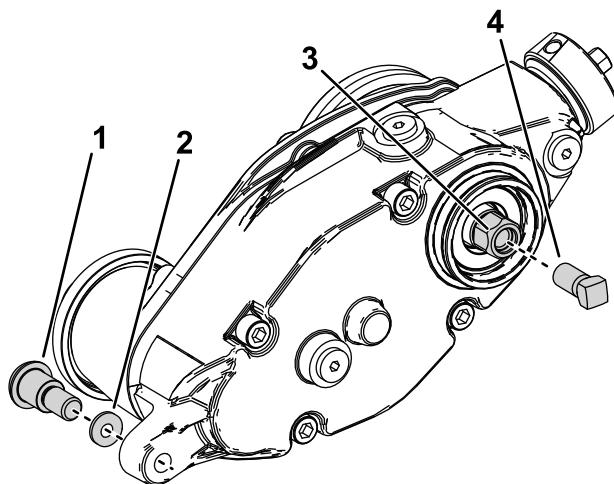

Bild 25
3. Entfernen Sie die Ansatzschraube und die gehärtete Unterlegscheibe, die den Groomerantrieb mit den Einstellarmen verbindet (Bild 25).
5. Montieren Sie die Bewehrungsschraube (Teilenummer 1-803022 – separat erhältlich) an den Innengewinden des Sechskantkopfes des Groomerantriebs und ziehen Sie diese auf ein Drehmoment von 13,5 N·m an, wie in Bild 25 dargestellt.
6. Entfernen Sie das Groomergetriebe von der Schneidspindel, indem Sie den Sechskantkopf des Groomerantriebs drehen (Bild 25).